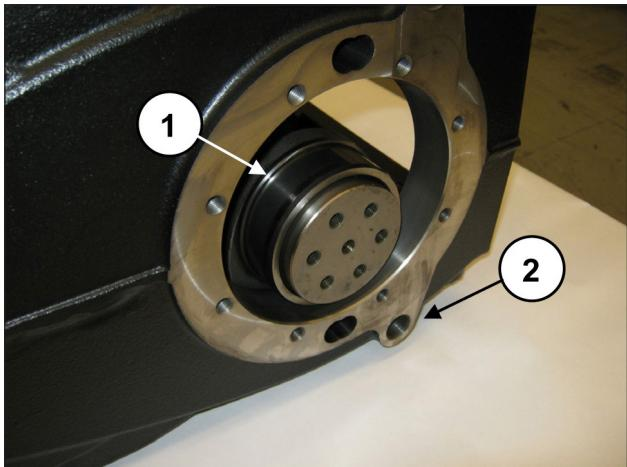

图 52
曲轴的安装必须令动力输出轴侧的对面与泵壳排油塞孔G1/2" 相对 (位置②, 图 52)。